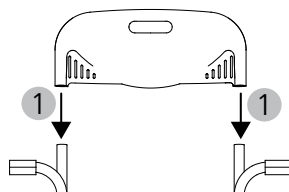

fig. 4
3. Pour finir, faites coulisser le dossier sur les tubes du dossier jusqu'en butée (fig. 4, 1).